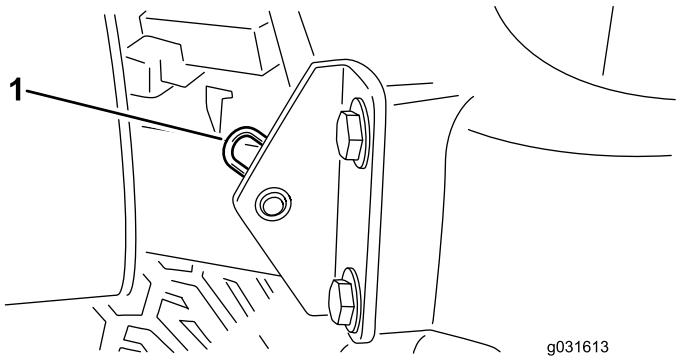

Figura 74
2. Tire o perno de gancho que fixa a articulação do capot aos suportes de montagem (Figura 74).